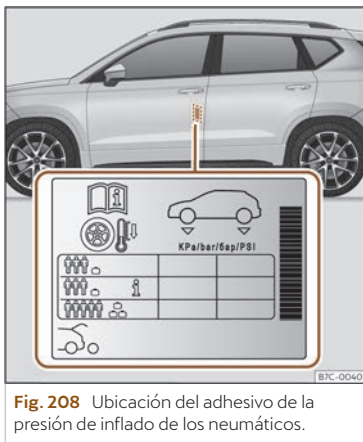

Fig. 208 Ubicación del adhesivo de la presión de inflado de los neumáticos.
- Adapte la presión de los neumáticos a la carga que lleva el vehículo >>> **fig. 208.**
Los valores de la presión de inflado se indican en la etiqueta adhesiva situada en la zona posterior del marco de la puerta delantera izquierda >>> **fig. 208.**
La presión de los neumáticos se debe adaptar a la carga actual del vehículo. Si el vehículo va a ir cargado al máximo, debe aumentar la presión de inflado al valor máximo de carga indicado en la etiqueta adhesiva >>> **fig. 208.**
En el caso de una rueda de emergencia mini-mizada (125/70 R16 o 125/70 R18), inflar a 4,2 bar de presión según se indica en la etiqueta de presión de los neumáticos >>> **fig. 208.**
En función del vehículo, se puede adaptar la presión de inflado de los neumáticos a media carga para aumentar el confort de marcha (presión de inflado **i** >>> **fig. 208).** Cuando se circula con la presión de inflado de confort, puede incrementarse ligeramente el consumo de combustible.
- El conductor es responsable de que todos los neumáticos del vehículo estén inflados a la presión correcta. La presión de inflado recomendada viene indicada en un adhesivo >>> fig. 208.
- Con los neumáticos en frío, deberá mantenerse siempre la presión indicada en el adhesivo >>> fig. 208.